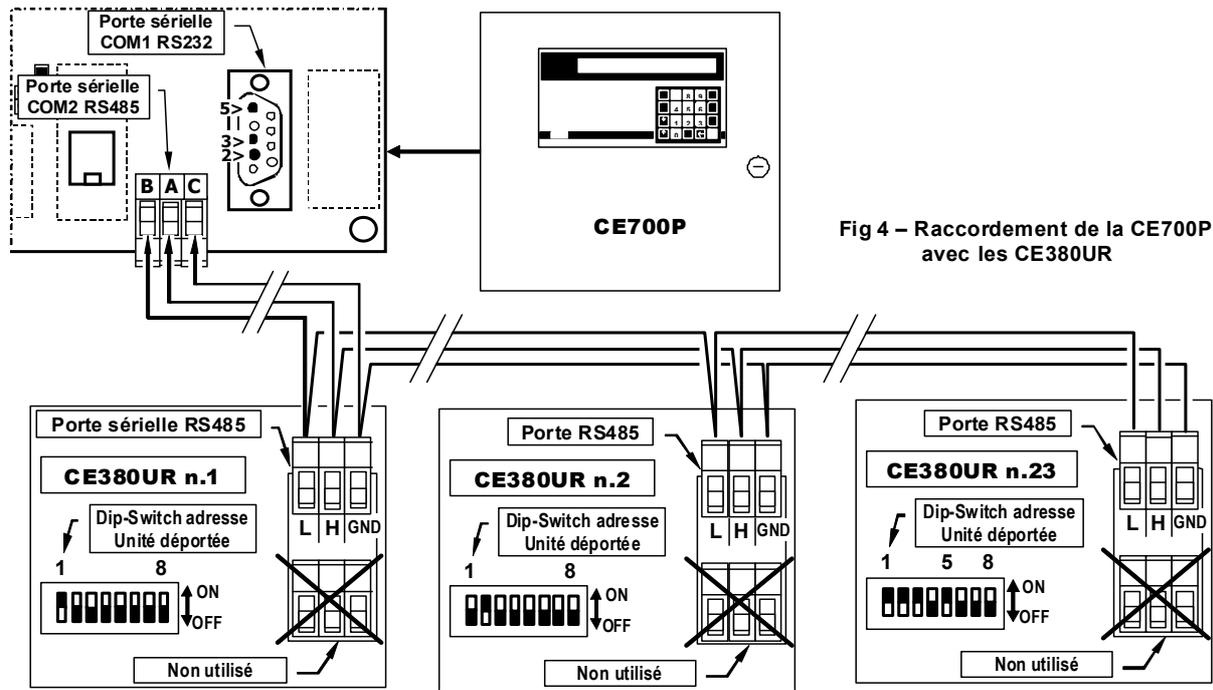

Fig 4 – Raccordement de la CE700P avec les CE380UR
**Le raccordement** s'effectue au moyen de la **porte sérielle COM2 RS485**, borniers 3 pôles positionné sur la carte montée sur la porte du coffret de la centrale CE700P et le bornier de la première unité déportée CE380UR, puis, entre cette première unité déportée CE380UR et le bornier de la seconde et ainsi de suite jusqu'à la dernière unité déportée CE380UR. (fig.4).